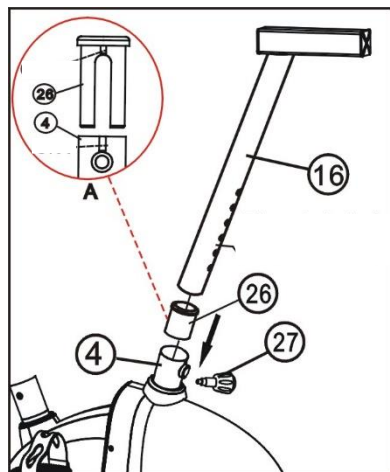
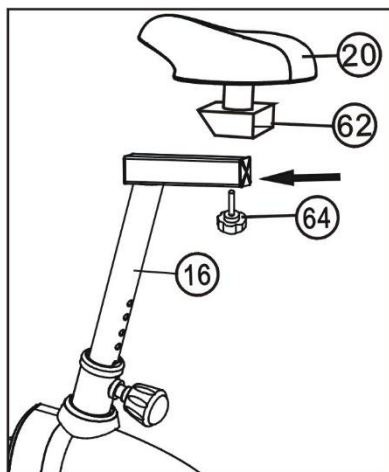

Figure 6
Figure 7
Luati capacul din plastic D (26) si introduceti-l in suportul de postament de pe cadrul principal (4), asigurati-va ca il introduceti cu gaura spre gaura pentru surubul de ajustare vedeti poza **A** figure 6. Dupa care introduceti postamentul de sa (16) in capacul de plastic D (26) (Refer. figure 6). La final montati suportul ajustabil de sa (62) pe partea de sus a postamentului de sa (16) si securizati-l cu surubul de ajustare sa (64), ajustati sau la distanta dorita dupa care strangeti surubul de sa (64). (Refer. figure 7)